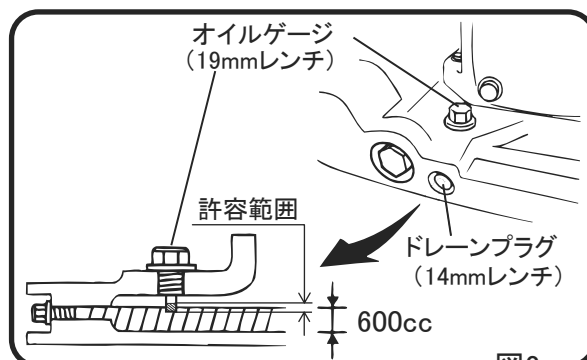

図2
- 7 本機を水平にして起振体のオイルゲージを外し、オイルが規定量入っているか点検して下さい。潤滑油はエンジンオイルSAE10W-30を入れて下さい。油量は600ccです。(図2)